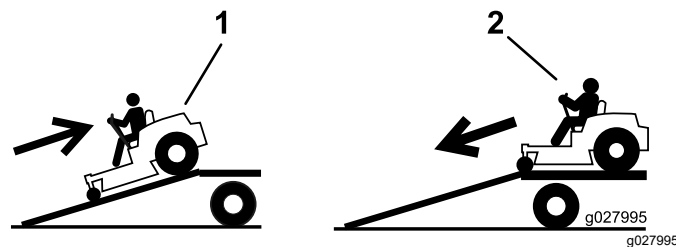

Figura 40
4. Urcai maina pe rampă cu spatele (Figura 40).
2. Coborâi maina de pe rampă cu faa (Figura 40).